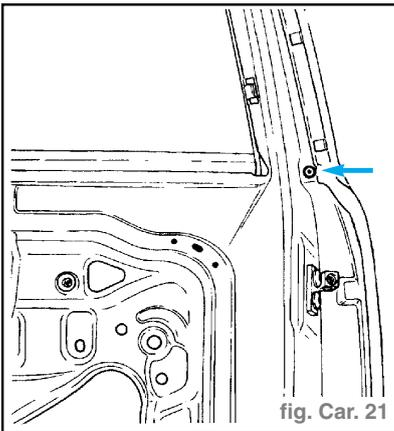

fig. Car. 21
- Après dégarnissage, déposer : (fig. Car. 21)